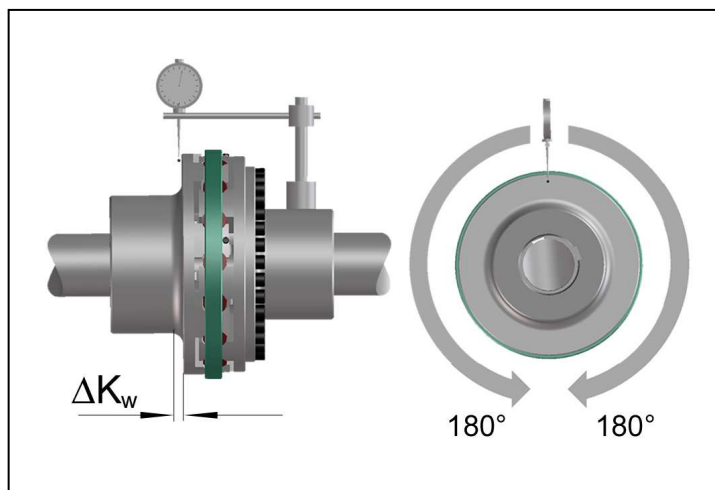

Bild 7
- Vermessen Sie stirnseitig eine ganze Umdrehung (360°) am äußeren Durchmesser. Ermitteln Sie dabei die größte Abweichung K_{w1} sowie die kleinste Abweichung K_{w2} (Bild 7).